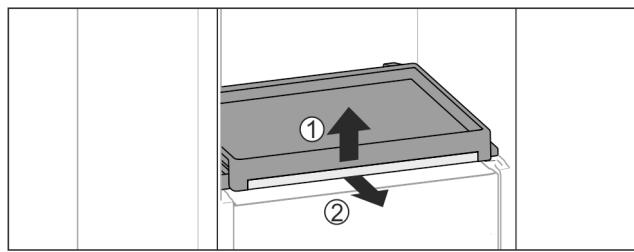

Fig. 42
- Выньте выдвижную панель со стеклянной панелью: Слегка приподнимите спереди стеклянную полку Fig. 42 (1) и потяните вперед Fig. 42 (2).